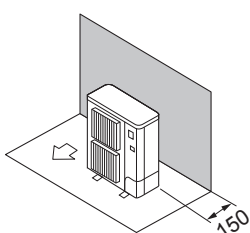

Fig. 2-3
- ① Кедергілер тек артқы жағында (Fig. 2-3)